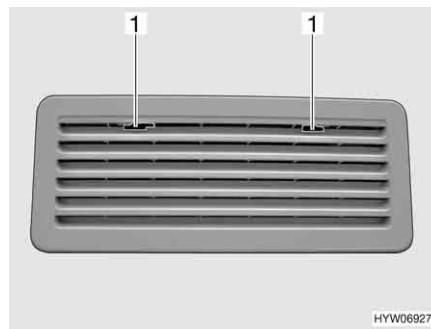

Fig. 164 Grille d'aération du réfrigérateur (Thetford)
- Pousser le dispositif de blocage (Fig. 164,1) vers le milieu.